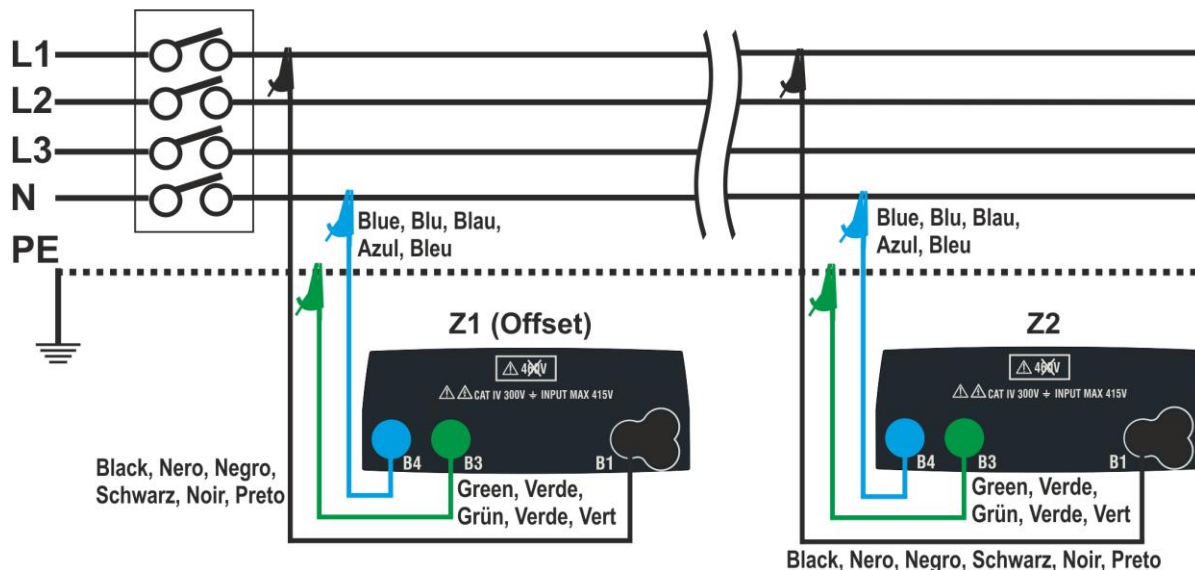
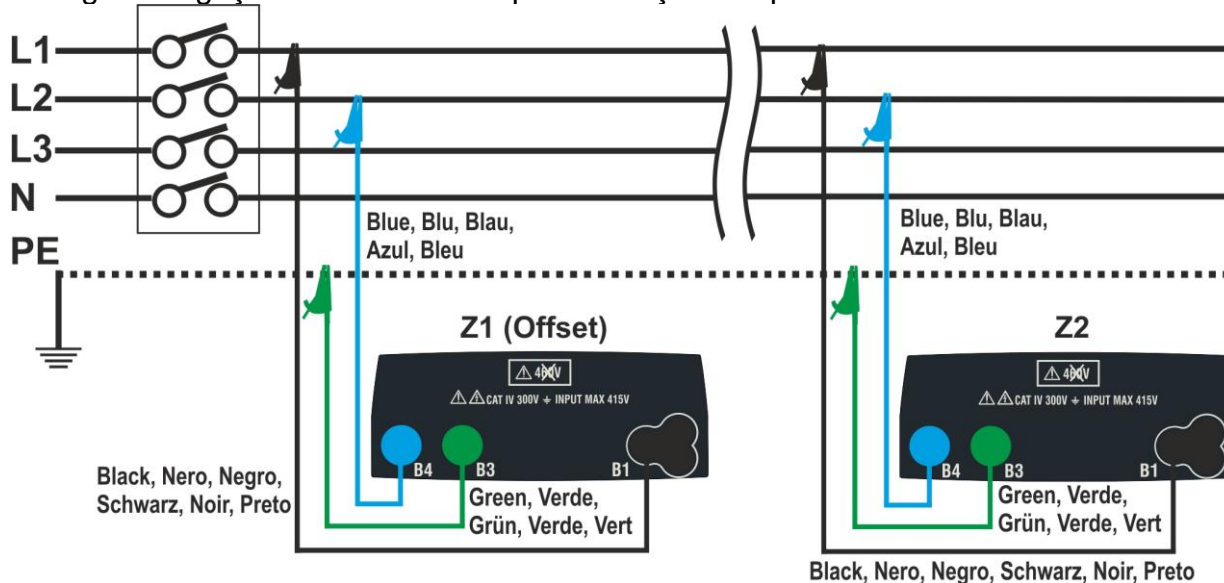

Fig. 37: Ligação do instrumento para medição de queda de tensão no modo L-N
Fig. 38: Ligação do instrumento para medição de queda de tensão no modo L-L
4. Ligue o instrumento ao ponto inicial da linha principal em teste (normalmente a jusante de um dispositivo de protecção) de acordo com a Fig. 37 ou Fig. 38 para fazer a primeira medição de impedância Z1 (Offset). Nesse caso, o instrumento medirá a impedância a montante do ponto inicial da linha principal em teste, tomando-a como referência inicial. O ecrã a seguir (referida como medição L-L) é mostrado no dispositivo.
7. Ligue o instrumento ao ponto final da linha principal em teste de acordo com a Fig. 37 ou Fig. 38 para medir a impedância Z2 no final da linha. Observe o valor Z1 (deslocamento) medido anteriormente mostrado no dispositivo.